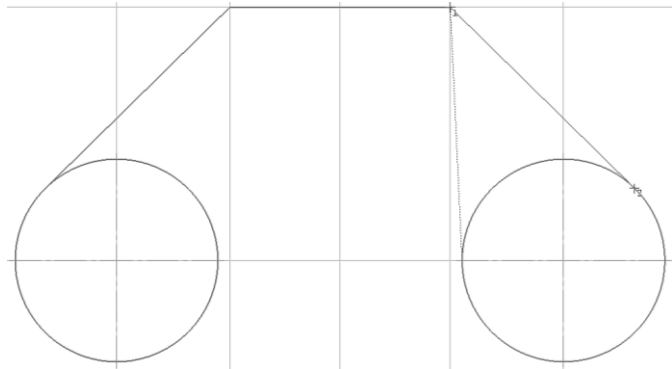

Рис. 43. Построение касательной к окружности
2.8 Щелкнуть мышью по окружности приблизительно в точке касания и на конце отрезка 74. Выбрать из двух фантомных отрезков указанный на чертеже, щелкнув по нему, далее на команду – **Создать объект** . Откажитесь от создания второго варианта, прервав работу команды . Аналогично построить второй касательный отрезок (рис. 43).